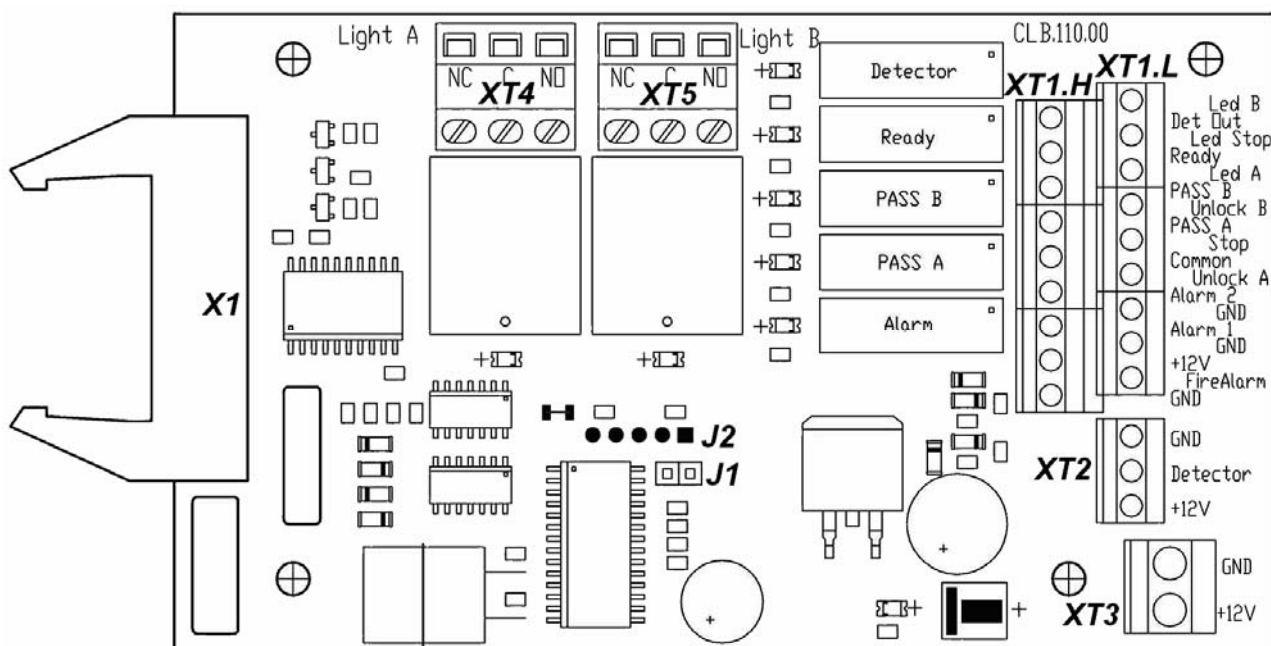

Рисунок 3 Внешний вид платы CLB
5.2.4 ПДУ выполнен в виде небольшого настольного прибора в корпусе из ударопрочного АБС пластика и предназначен для задания и индикации режимов работы при ручном управлении турникетом. ПДУ подключается к плате CLB гибким многожильным кабелем (13) через клеммную колодку XT1.L (см. рис. 3).
5.2.5 На плате CLB (см. рисунок 3) расположены:
Факт срабатывания / отпускания реле *PASS A*, *PASS B*, *Ready*, *Detector* и *Alarm* можно определить по загоранию / гашению красных индикаторов, которые установлены вблизи указанных реле (см. рисунок 3).